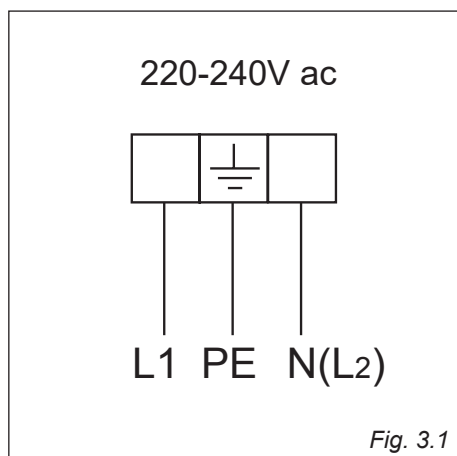

Fig. 3.1
- Il cavo elettrico deve essere connesso alla morsettieria secondo lo schema di fig. 3.1.
- Gli apparecchi sono dotati di valvolatura di sicurezza (vicino ad ogni bruciatore è presente una sonda “T” come da figure 3.1, 3.3, 3.4 a pagina 30 - 31 - da non confondere con l'elettrodo “S” dell'accensione elettrica), l'erogazione del gas viene bloccata se la fiamma dovesse spegnersi accidentalmente.